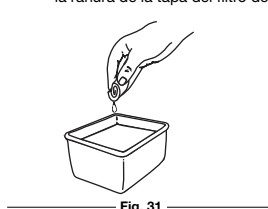

Fig. 31
3. Lave el filtro con agua y detergente (Fig. 31). Enjuague bien el filtro y déjelo secar.
7. Instale de nuevo la tapa del filtro de aire. Haga coincidir las ranuras que hay en la parte superior de la tapa del filtro de aire con las lengüetas de la parte superior de la placa posterior (Fig. 31).